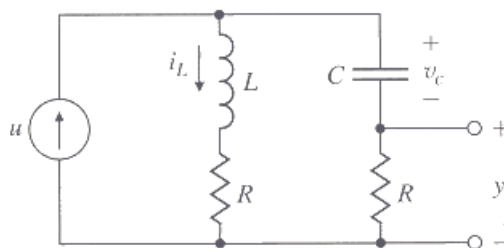

Figura P314
4. Para el circuito de la Figura P3